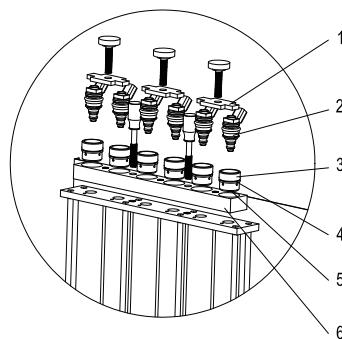

Fig. 06
- Kies de juiste koppelingen voor zij-injectoren (3) en de juiste O-ringen, en monteren ze samen. (Vergeet niet een beetje smeervet aan te brengen).
- Monteer de dwarsplaat (1) en draai deze vast met bouten.
- Monteer de brandstofverdeler en de injectoren op de houder van de brandstofverdeler, en draai ze vast met twee stelschroeven (zwart). Zie Fig. 06.